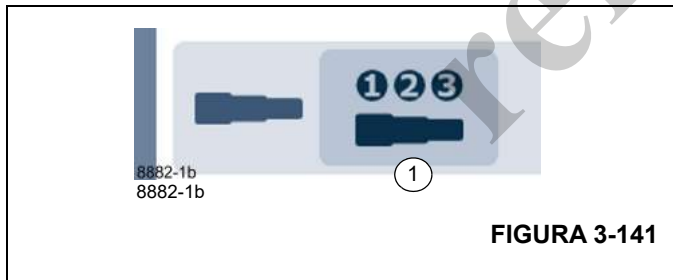

FIGURA 3-141
Para abrir: Seleccione el símbolo (1), (Figura 3-141) y confirme – el menú se abre.